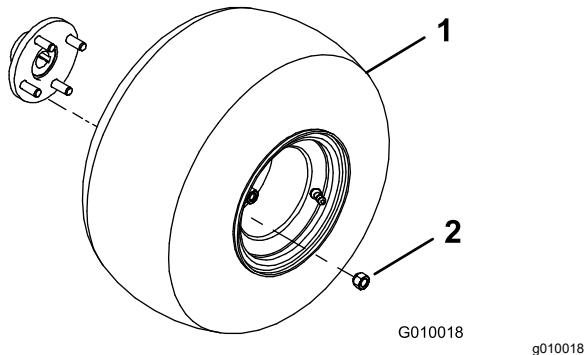

Bild 4
2. Montieren Sie an jeder Hinterradnabe ein Rad mit den vier Radmuttern (Bild 4).